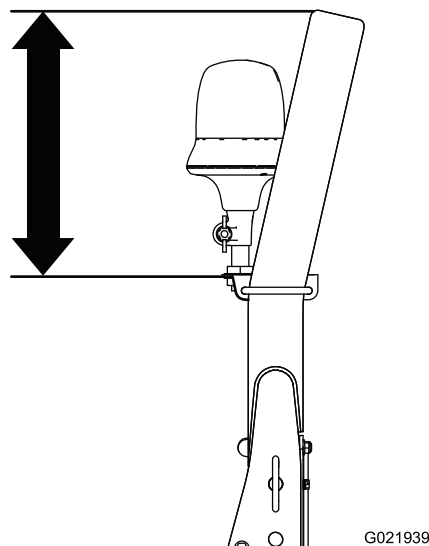

Figura 5
3. Posizionate il sostegno della luce di segnalazione a 37 cm dalla sommità del sistema di protezione antiribaltamento e serrate i dadi del bullone a U (Figura 5).